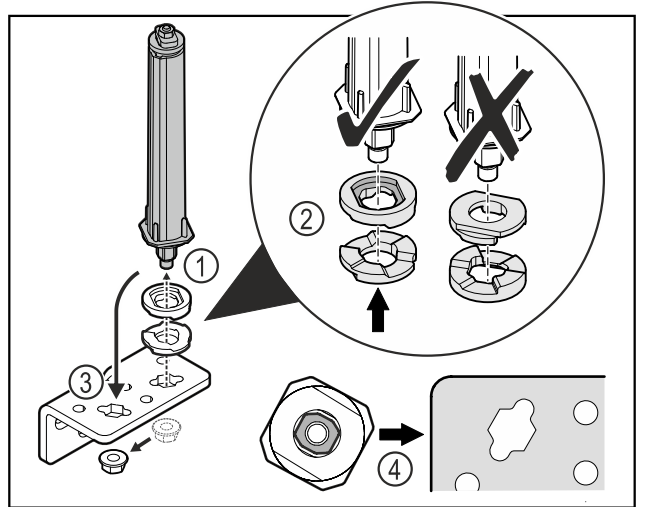

Fig. 36
- Avaa mutteri ja poista oven sulkuyksikkö Fig. 36 (1).
- Huomioi korkeudensäätölaattojen oikea kohdistus Fig. 36 (2).
- Aseta oven sulkuyksikkö saranakulmassa toiseen paikkaan ja kiinnitä mutterilla Fig. 36 (3).
- Huomioi oven sulkuyksikön oikea kohdistus paikalleen asettamisen yhteydessä Fig. 36 (4).